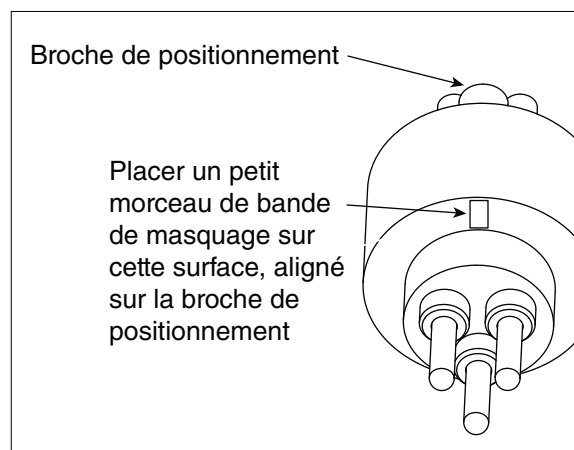

Figure 54. Placement d'une bande repère d'alignement à l'avant du connecteur mâle
12. Placez un petit morceau de bande de masquage sur le côté broche du connecteur, aligné sur la broche de positionnement (voir la Figure 54).